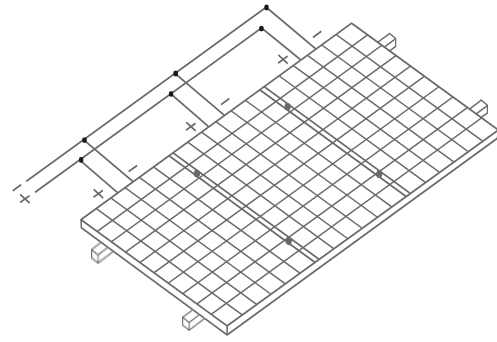

图21 并联方式
- ▶ 并联时，整串组件的输出电流等于每个支路组件或组件串电流之和（并联方式如图 21 所示），每串组件都要安装保险丝，组件最大并联数参考公式：最大保护电流 / (1.25 * 短路电流)，具体请参考该国家或地区或当地的规范。